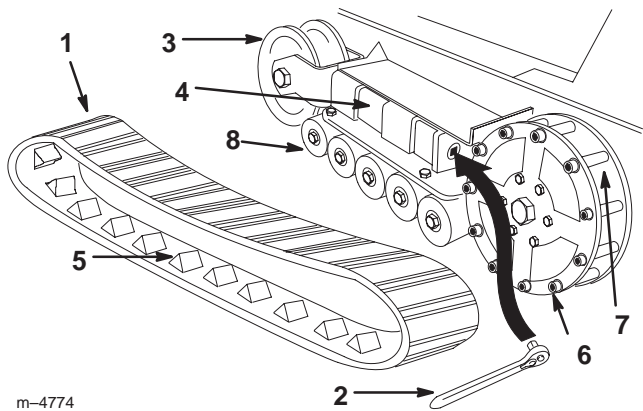

Figure 37
5. Poussez la roue de retour vers l'arrière de la machine pour appuyer le tube de fourche contre le châssis (Fig. 37). (S'il ne touche pas le châssis, continuez de tourner la vis de tension jusqu'à ce qu'il le touche).
7. Lorsque la chenille est déchaussée, retirez-la du barbotin et des galets de roulement (Fig. 37).
8. Pour installer la chenille neuve, commencez par l'enrouler autour du barbotin, en veillant à ce que les crans s'engagent correctement entre les entretoises du barbotin (Fig. 37).
9. Poussez la chenille sous et entre les galets de roulement (Fig. 37).